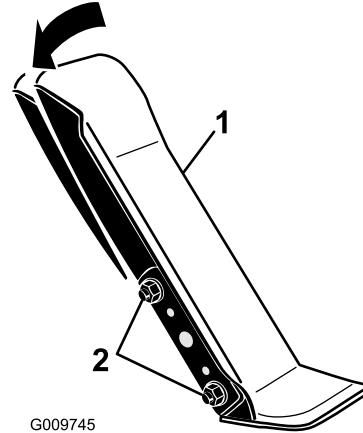

Figure 68
1. Desserrez les 2 écrous et boulons qui fixent le côté gauche de la pédale de déplacement au support (Figure 68).
2. Faites pivoter la pédale à l'angle voulu puis serrez les écrous (Figure 68).